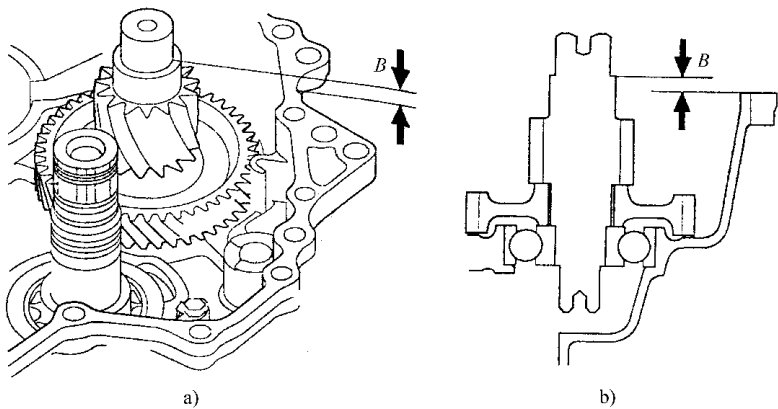

图 5-123 测量变速器壳体表面和主减速器半轴上止推片安装面之间的距离
3) 如图 5-123 所示，测量变速器壳体表面和主减速器半轴上的止推垫片安装面之间的距离，然后记录测量值。